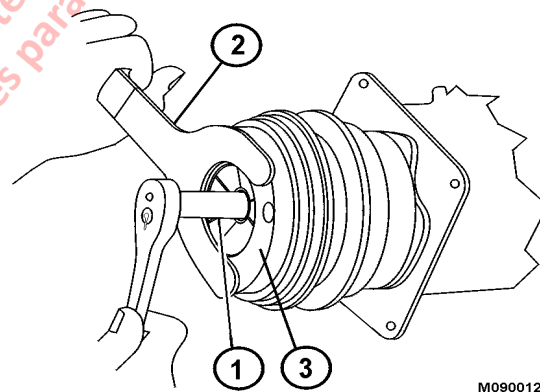

FIGURA 4-18.
3. Retire la tuerca de bloqueo (4) con un conector para muros delgados (1, Figura 4-18) o un equivalente. Utilice la herramienta de sujeción